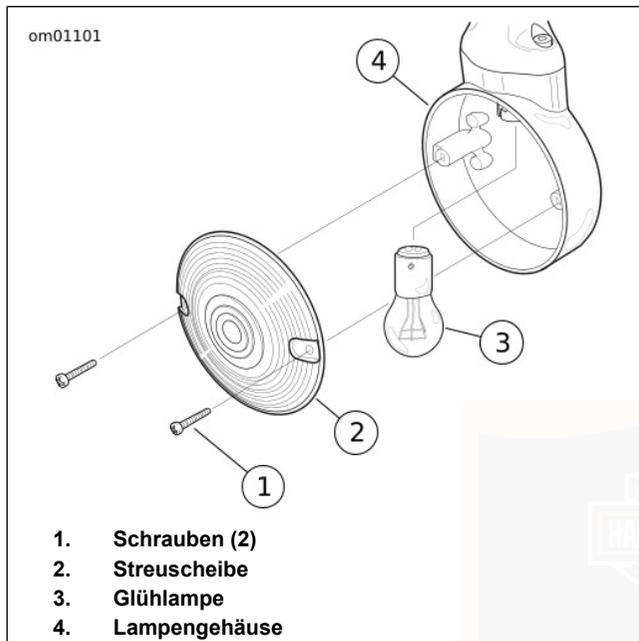

Abbildung 103. Blinker-Baugruppe: Flachglasausführung
1. Siehe Abbildung 103. Die zwei Schrauben (1) entfernen, um die Streuscheibe (2) vom Lampengehäuse (4) zu lösen.
2. Die Glühlampe (3) zum Ausbauen hineindrücken und gegen den Uhrzeigersinn drehen.
6. Die Streuscheibe (2) mit zwei Schrauben (1) am Lampengehäuse (4) befestigen.